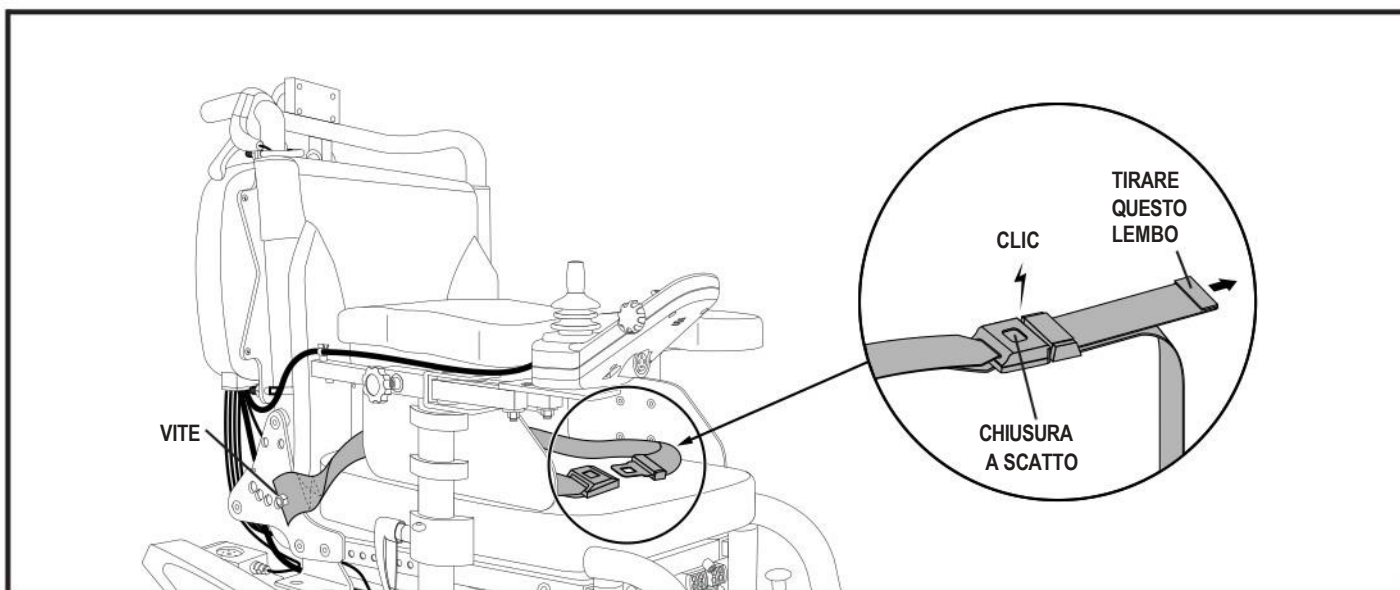

Figura 25. Installazione e regolazione della cintura di posizionamento
La carrozzina elettrica può disporre di una cintura di posizionamento regolabile secondo la comodità dell'operatore. **Vedere figura 25.** La cintura di posizionamento è progettata per sostenere l'operatore in modo che non scivoli verso il basso o in avanti nel sedile e può essere regolata per maggiore comfort dell'operatore. La cintura di posizionamento non è prevista per essere usata come dispositivo di contenimento.
1. Inserire la vite attraverso la linguetta di montaggio sulla parte terminale della cintura di sicurezza e quindi attraverso lo schienale. **Vedere figura 25.**